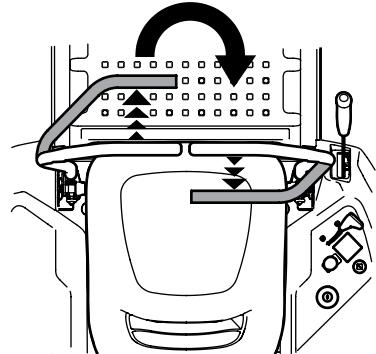

Figura 3-11
- Para girar en el sentido de las agujas del reloj, mueva la palanca de control de la transmisión izquierda hacia adelante mientras mueve simultáneamente la palanca de control de la transmisión derecha hacia atrás. Consulte la Figura 3-11.